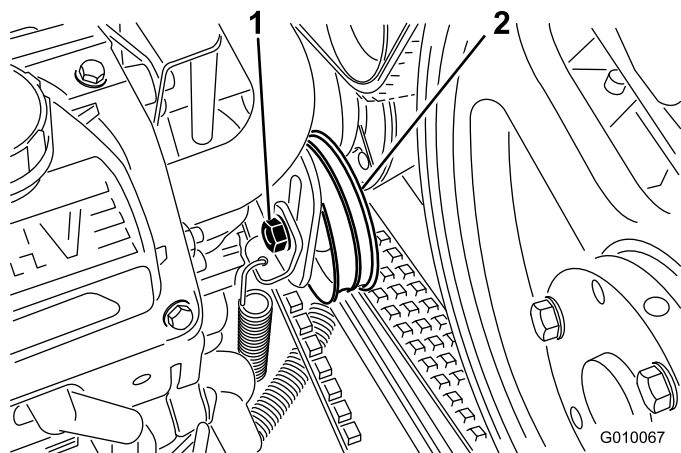

Figura 57
3. Allentate il bullone tendicinghia della pompa quanto basta per consentire lo spostamento della cinghia nella fessura di regolazione (Figura 57).